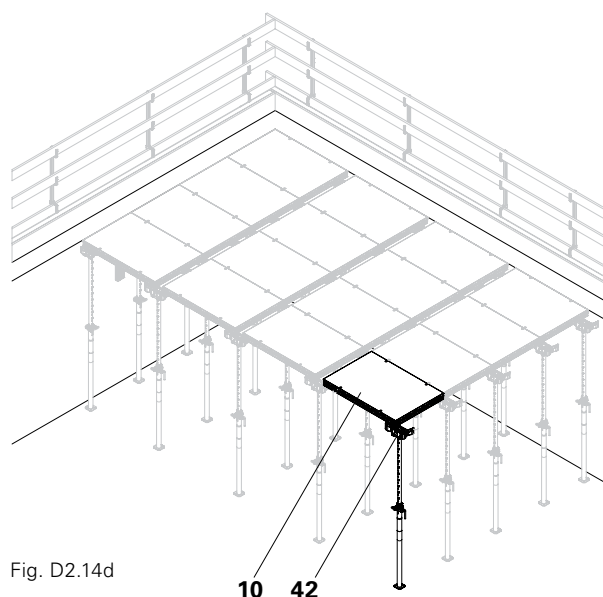

Fig. D2.14d
4. Procedere allo stesso modo con gli altri pannelli DP (10). (Fig. D2.14d)